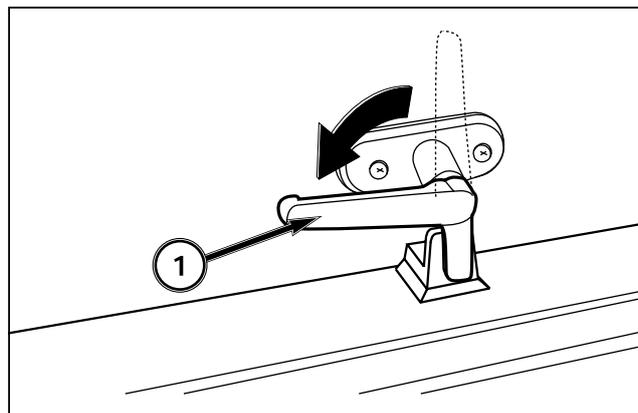

FIG. 6-7
FIG. 6-7 : Pour fermer la lunette arrière, tirez-la vers l'intérieur avec la poignée en position déverrouillée jusqu'à que la vitre puisse être correctement verrouillée. Tournez la poignée de 90 degrés dans le sens antihoraire (1) pour verrouiller la vitre.